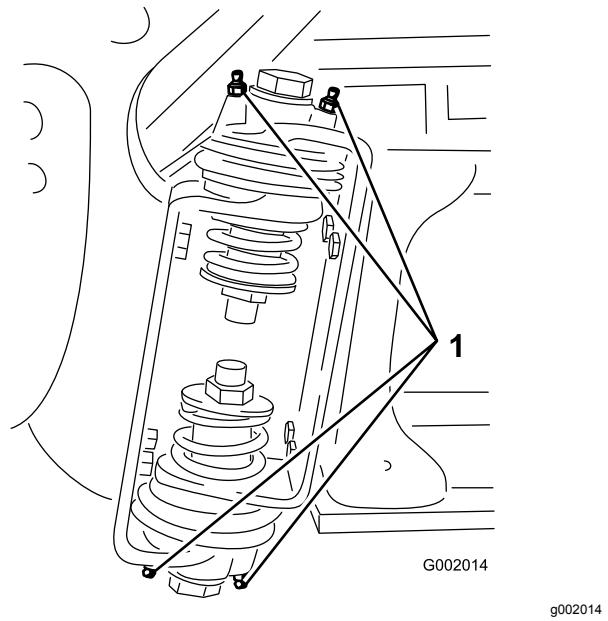

Figura 103
2. Pompat del grasso nel raccordo di ogni cuscinetto o boccola Figura 103.